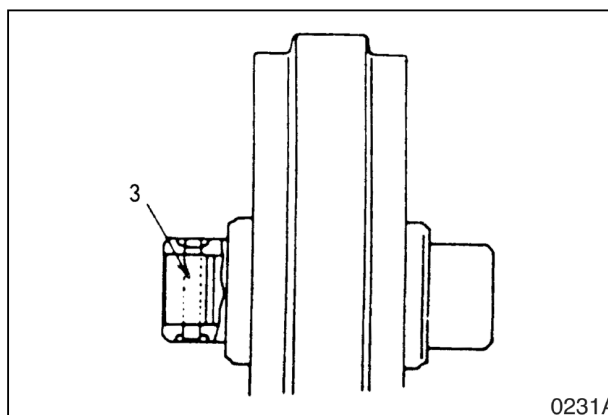

Рис. 27
5. Установите направляющее колесо (7, рис. 27) на ось.
6. Установите подшипник (1, рис. 27) и закрепите штифтом (3) на оси.